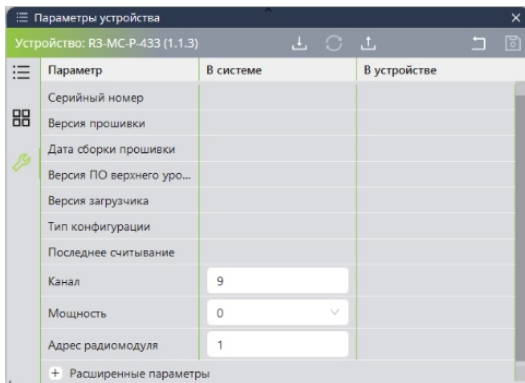

Рисунок 3
– «Канал» – номер канала, на частоте которого будет работать пара R3-MC-P. Для связи подсетей R3-Link пары R3-MC-P должны иметь одинаковые номера канала (рисунок 3);